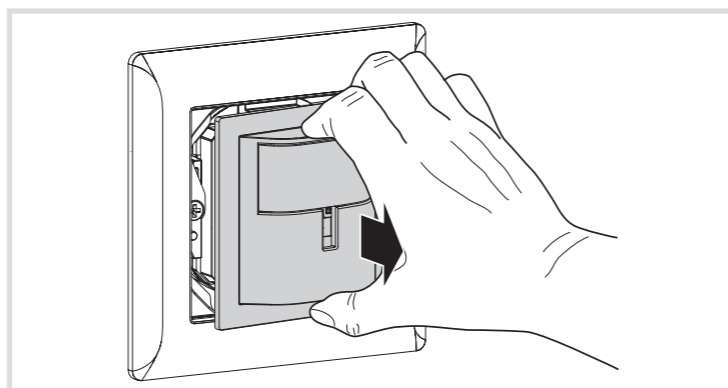

Bild 8: Demontage der Abdeckung
- Front mit Schraubendreher vorsichtig abhebeln (Bild 8).